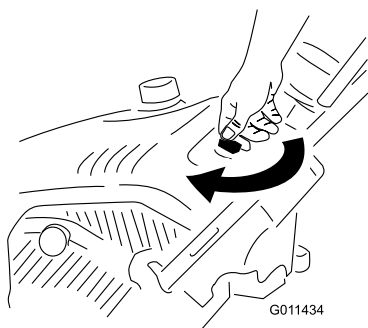

Figure 13
1. Tournez la clé dans le sens horaire en position Contact (Figure 13).